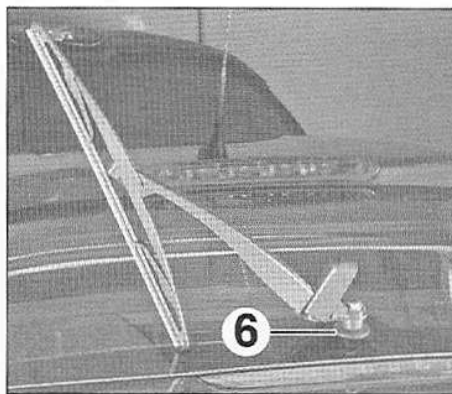

FIG.104
- Remplacer si nécessaire, le bague d'étanchéité (6) de l'axe de sortie du mécanisme (Fig.104).